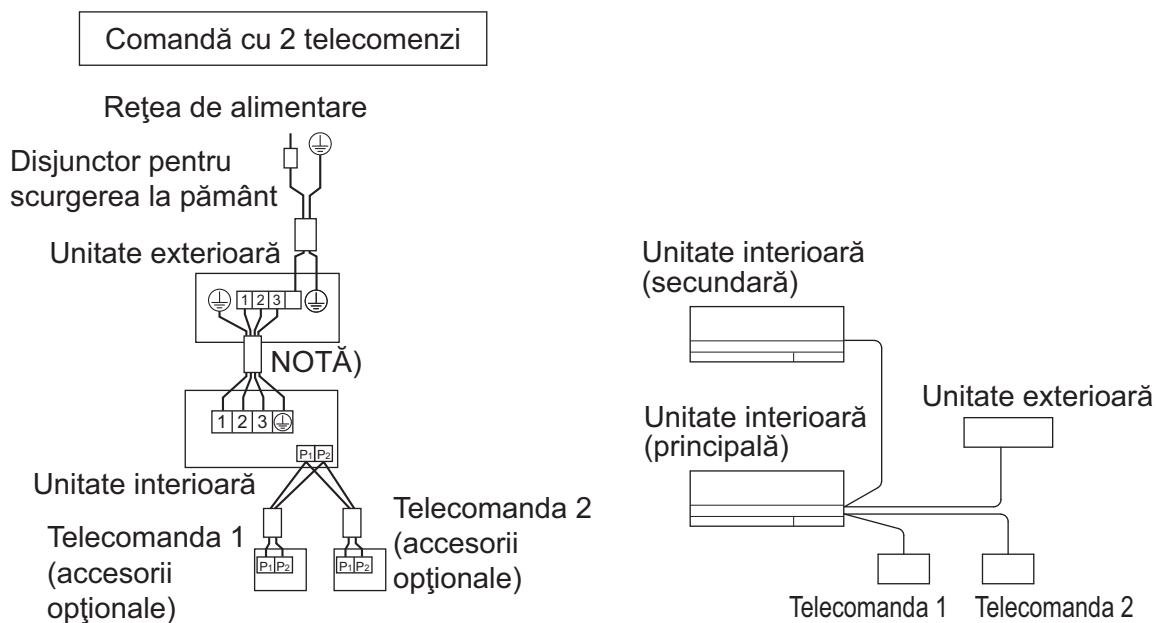

Fig. 28
- **Controlul cu 2 telecomenzi:** 2 telecomenzi controlează 1 unitate interioară. (Consultați Fig. 28)